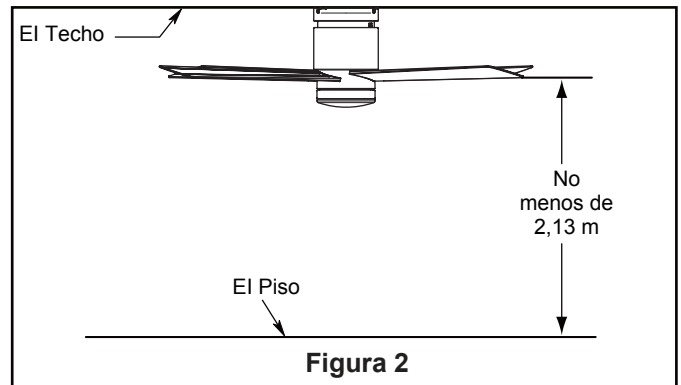

Figura 2
Uso de perfil profundo (Figura 2)
Debe colgar el ventilador a una distancia mínima de 2,13 m desde las aspas hasta el piso. (Figura 2)
2. Instale la cubierta del cable del kit de iluminación en la unidad del motor usando las dos ranuras con clave. Sustituya el tornillo extraído y fije bien los tres tornillos. (Figura 2)
- 2.** Restaure la fuente de alimentación de la toma de corriente enciendo la electricidad del fusible principal. (Figura 2)